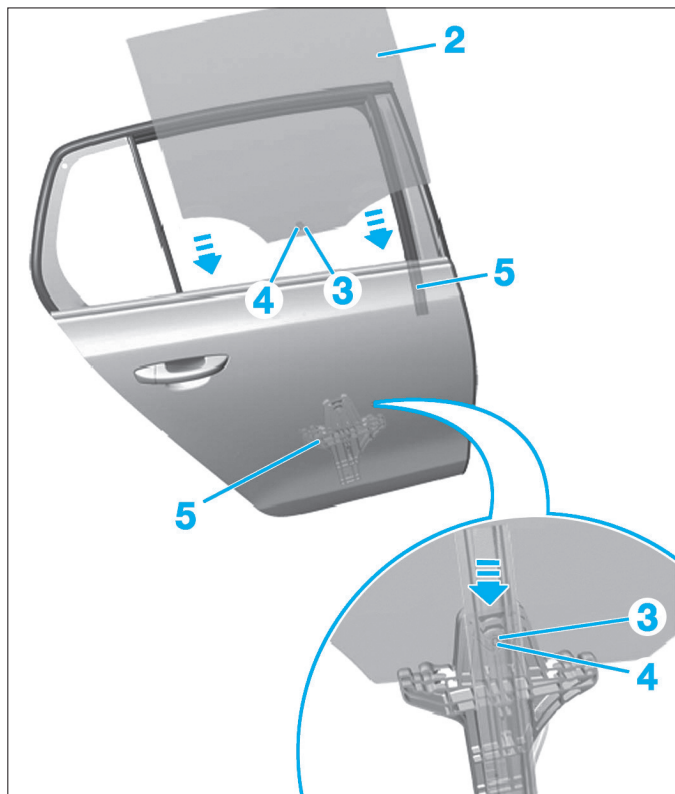

Fig. 70
- Centrer la cheville expansible (3) et mettre la cheville en place lorsque la vitre (2) est déposée (Fig.70).
- Enfoncer à ras la goupille (4) dans la cheville (3).
- Insérer la vitre de porte dans la fente du guide (5).